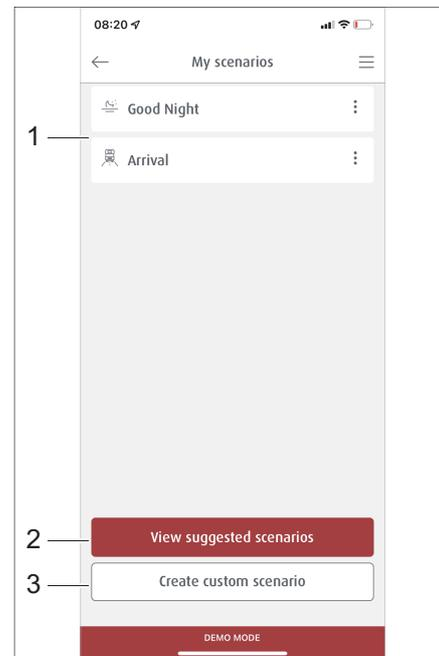

Fig. 292 Gestión de escenarios
En el área *Escenarios* se muestran todos los escenarios (Fig. 292,1) guardados, los escenarios preparados (Fig. 292,2) pueden verse o también pueden crearse de nuevos (Fig. 292,3).
- Presionar en el menú *Escenario* la opción *Ver escenarios preparados* (Fig. 292,2).
Las opciones de los escenarios seleccionados aparecen enmarcadas en rojo y se incluyen en la lista del menú *Mis escenarios* (Fig. 292,1).